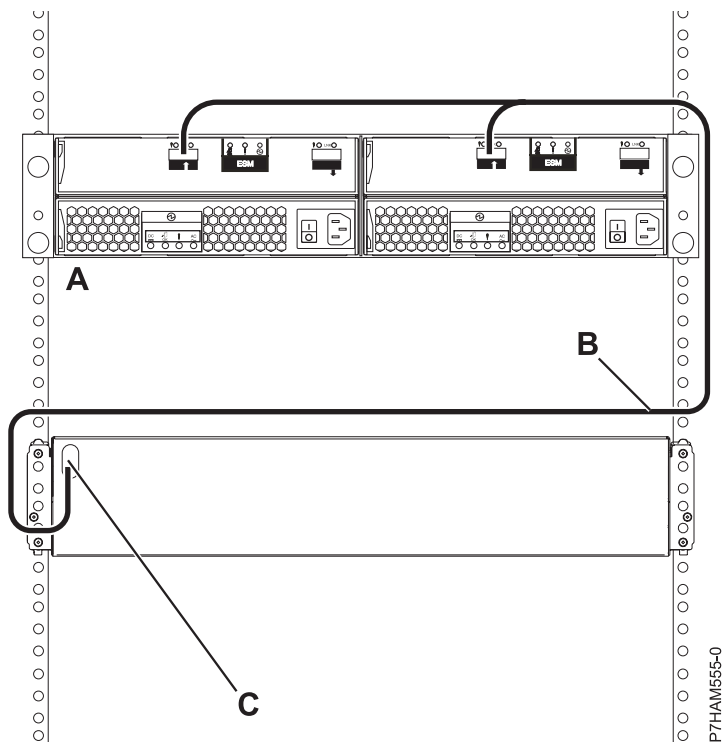

Figure 14. Connexion d'un boîtier d'unité de disque 58/86 à l'aide d'un câble YI à un système avec prise en charge d'un tiroir SAS unique
- h. Effectuez la connexion d'un boîtier d'unité de disque 58/86 (A) à l'aide d'un câble YI (B) à un système avec prise en charge d'un tiroir SAS unique (C), comme illustré dans la figure 14, à la page 14.